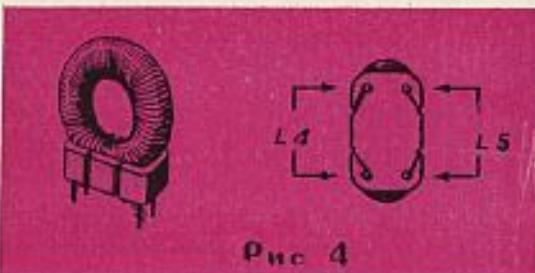

Рис. 4
5. Произведи окончательную сборку приемника, для этого установи на печатной плате тр-р Т1 с держателем, как показано на рис. 4, с особым вниманием распаивая концы тр-ра на колодку, в соответствии с последним вариантом настройки.